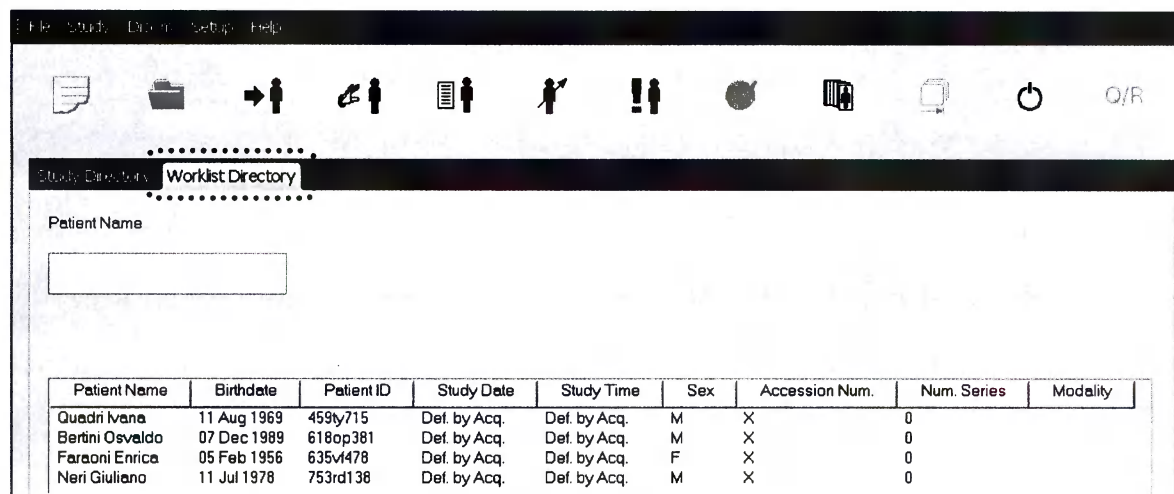

Рисунок 131
10.1.2 При выборе **Направления Рабочего списка** из **Списка Исследований**, список исследований появляется со всеми исследованиями, которые должны быть выполнены на оборудовании (см. рисунок 131).